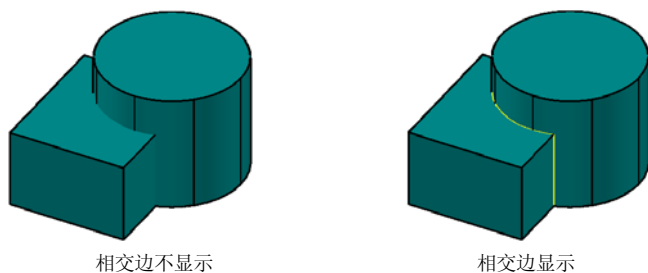

图 13-25 相交边
2) 相交边: 控制当边模式为“镶嵌面边”或“素线”时, 两立体的相交边是否显示及颜色、线型等, 如图 13-25 所示。